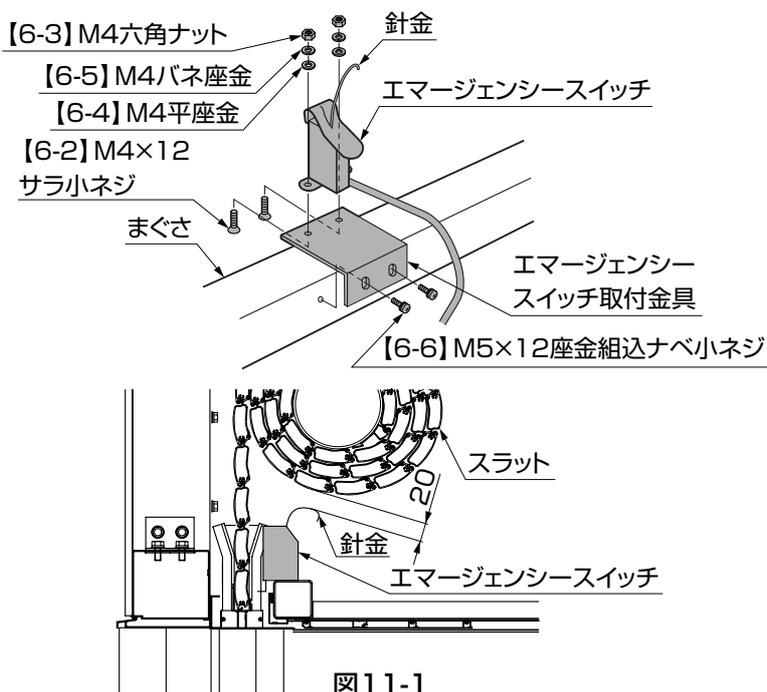

図11-1
- エマージェンシースイッチの針金が巻取っているスラットから約20mm離れるように調整してください。(図11-1参照)